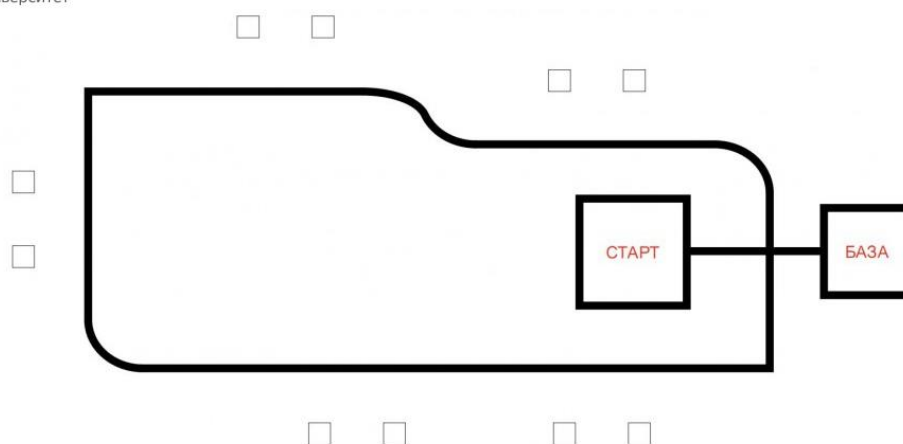

Рис. 1. Пример игрового поля
2.1 Размеры игрового поля 2400x1200 мм, рис. 1;